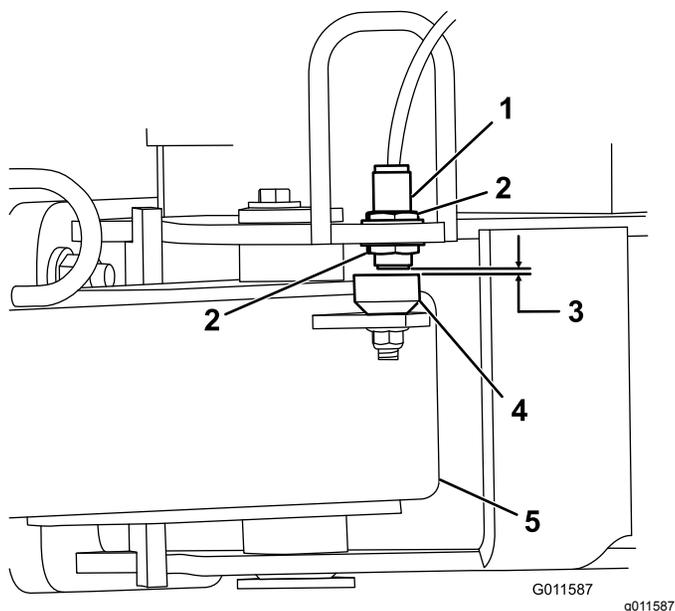

图4
5. 拧松将接近开关固定至机架的锁紧螺母放低开关直至其与挂钩牵引杆上的传感板之间的距离为 2.64.0mm 图4。拧紧锁紧螺母固定调整。